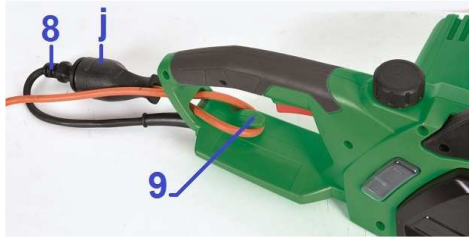

Fig.7
1. Connettere il cavo elettrico (8) a una prolunga (j) (non inclusa) (Fig.7).
2. Legare la prolunga (j) al supporto del cavo (9) per evitare ogni danneggiamento in caso di costrizione eccessiva (vedere Fig.7).